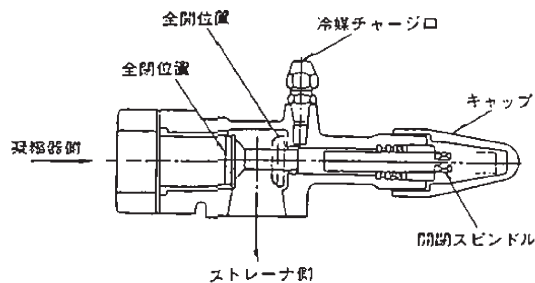

図36 液出口止弁
- 液出口止弁のハンドルを反時計方向に一杯に回しバックシートをきかせます。次にフレアナットおよび盲蓋を外します。(図36)